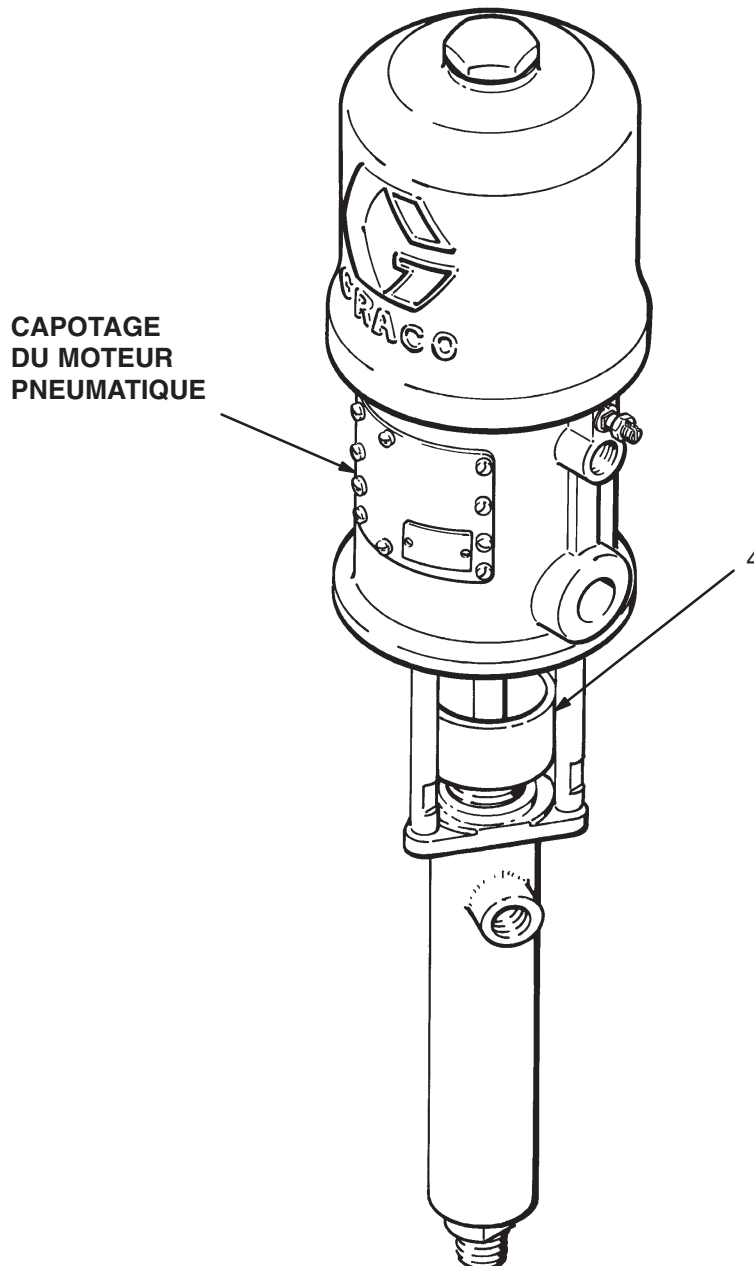

Fig. 2
Les pièces en mouvement peuvent pincer ou amputer les doigts ou d'autres parties du corps. Le piston du moteur pneumatique (placé derrière le capotage moteur) se déplace au moment de l'alimentation en air du moteur. Voir la Fig. 2. De ce fait, ne jamais faire fonctionner la pompe lorsque le capotage du moteur pneumatique a été démonté.
Laisser l'écrou/coupelle de presse-étoupe (4) rempli de liquide d'étanchéité Graco TSL ou d'un solvant compatible pour prolonger la durée de vie des joints. Régler le serrage de l'écrou chaque semaine de façon à ce qu'il soit suffisamment serré pour éviter les fuites; ne pas serrer excessivement. Voir Fig. 2. Toujours **relâcher la pression** avant d'ajuster l'écrou de presse-étoupe.